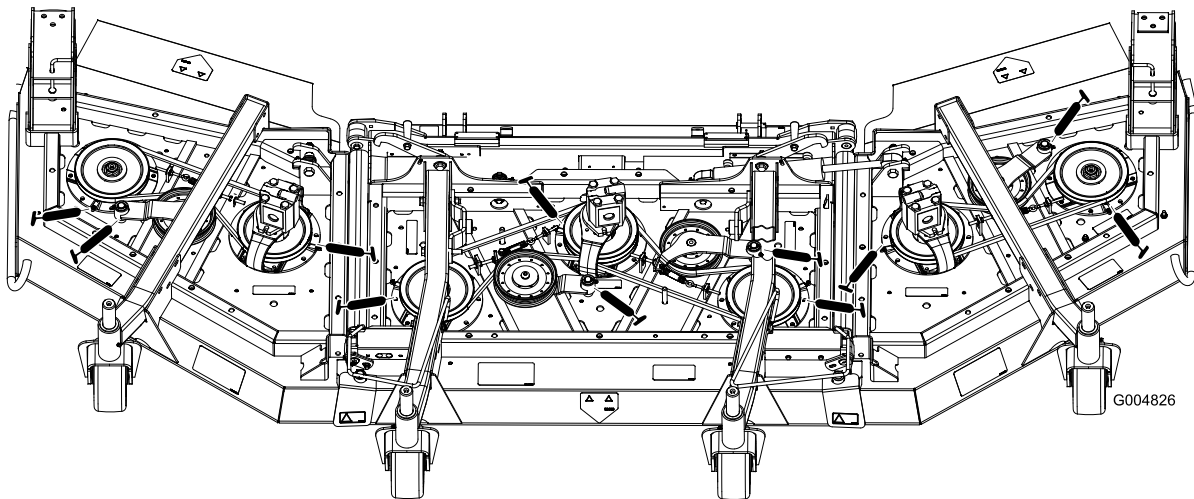

**Figura 64**
Fermo orientabile (2) (Figura 64)